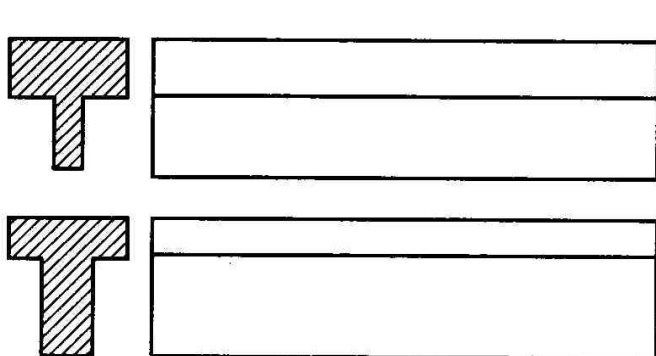

图 2-2-1 综合分析题 7 图
- (1)提高浇注温度，合金的液态收缩增加，缩孔容积增加；
- (2)采用湿型铸造。湿型比干型对合金的激冷能力大，凝固区域变窄，使缩松减少，缩孔容积相应增加；
- (3)凝固过程中增加补缩压力，可减少缩松而增加缩孔的容积。
7.图 2-2-1 是两种 T 型铸件，试分析铸件中热应力分布情况，并画出热应力引起的弯曲。